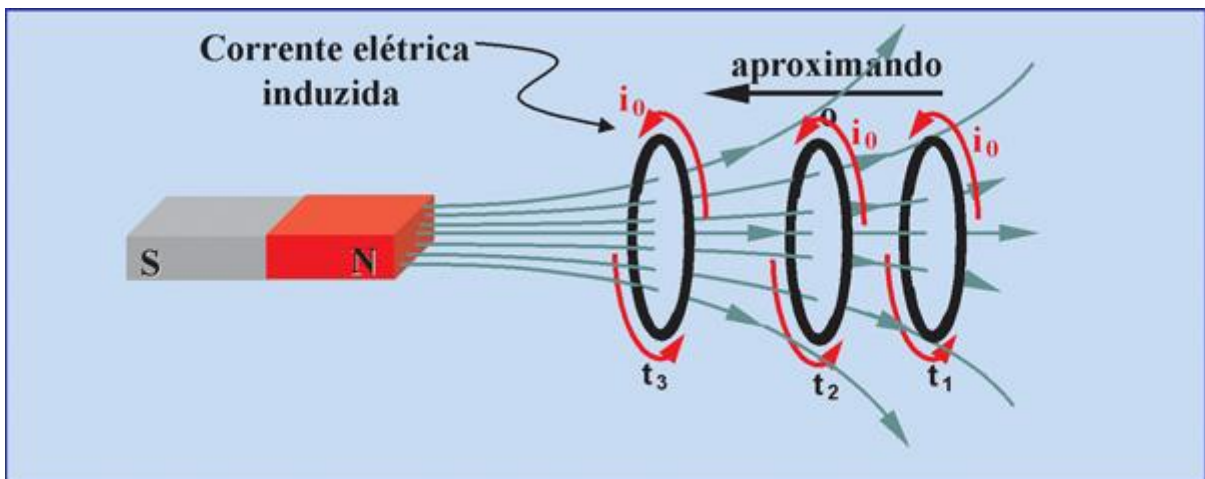

Figura 2 – Ilustração da lei de Lenz. Reparar que sempre se lida com variações, e nem sempre com intensidade.
- b) Lei de Lenz, que diz que a corrente induzida pela movimentação do campo magnético tem o sentido contrário ao do campo magnético que a gerou, gerando um campo que se opõe ao campo magnético gerador (figura 2).